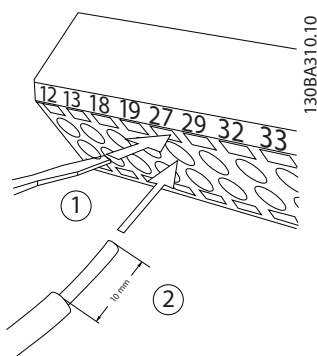

图 2.13 连接控制线缆
1. 将一把小螺丝刀插入触点上方或下方的槽中，从而打开触点，如图 2.13 所示。